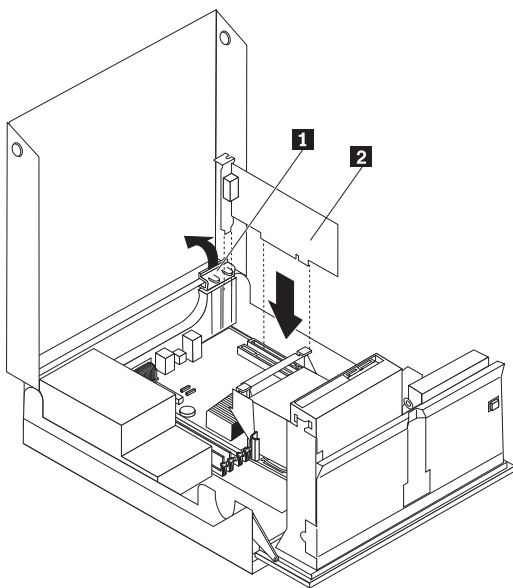

Figura 7. Installazione della scheda dell'adattatore
2. Mantenendo la parte posteriore del telaio del computer verso il basso, ruotare il fermo dell'adattatore **1** per aprire la posizione. Rimuovere gli adattatori **2** che sono attualmente installati. Consultare la sezione Figura 7.